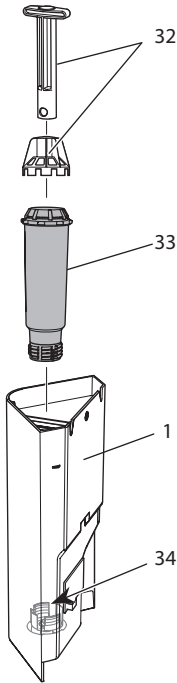

Fig. 18: Enroscar/desenroscar el filtro de agua
7. Coloque un filtro nuevo dentro del depósito de agua (véase Fig. 18).
2. Retire el filtro de agua (véase *Fig. 18*).